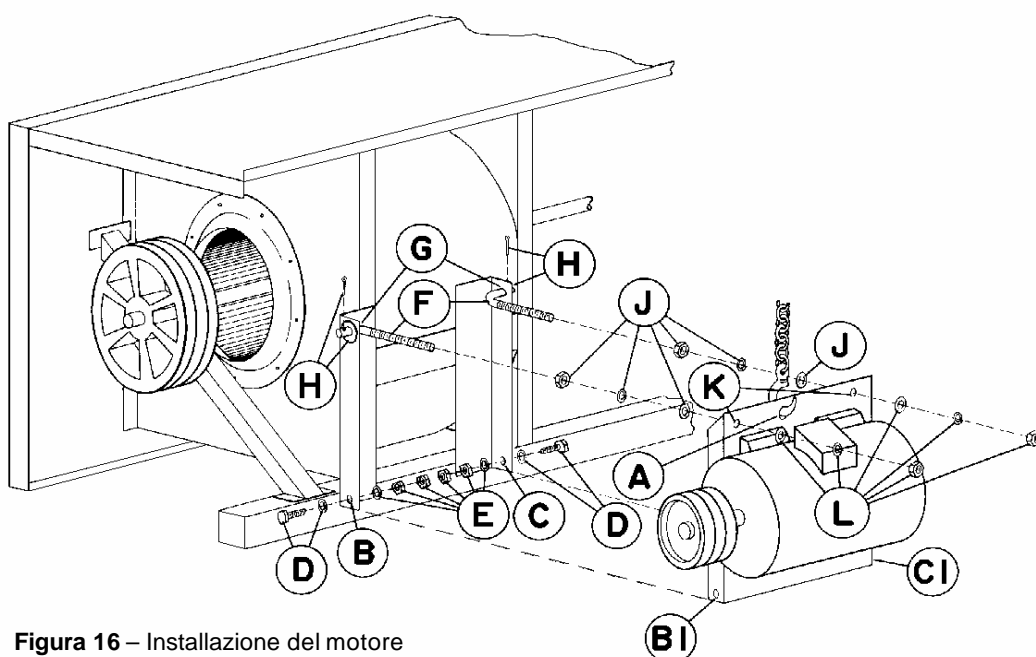

Figura 16 – Installazione del motore
1. Analizzare attentamente la Figura 16, prima di installare la base del motore sull'unità.